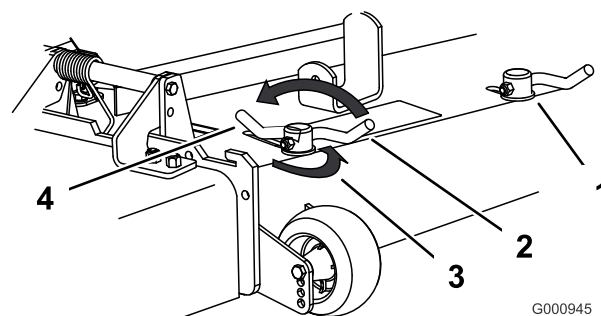

Bild 23
3. Wenn Sie die Haltenocken einstellen möchten, schieben Sie den Hebel nach oben und lösen Sie die Haltenocke (Bild 23).
5. Schieben Sie den Hebel zurück, um das Ablenkblech und die Haltenocken festzuziehen (Bild 23).